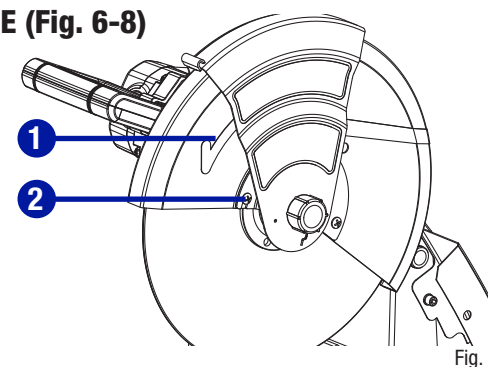
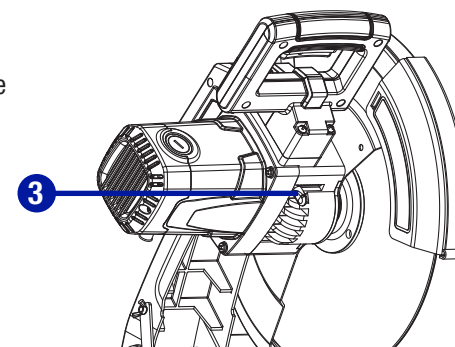

Fig. 6
Fig. 7
- Tournez le protège-disque inférieur (1) vers le haut jusqu'à ce que la vis cruciforme soit exposée (2). (Fig. 6)
- Dévissez la vis cruciforme (2) mais ne la retirez pas. Continuez à tourner le protège-disque inférieur (1) jusqu'à ce qu'il demeure en retrait.
- Appuyez et maintenez enfoncé le bouton du verrou d'arbre (3) à droite pendant que vous tournez le disque abrasif avec l'autre main. (Fig. 7)